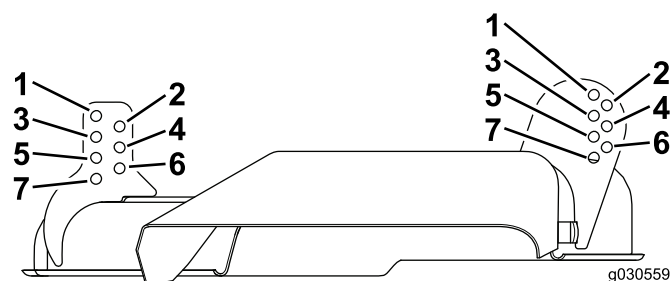

図 17
5. 以下の表にしたがって刈り込みデッキの刈高を設定する 図 17。